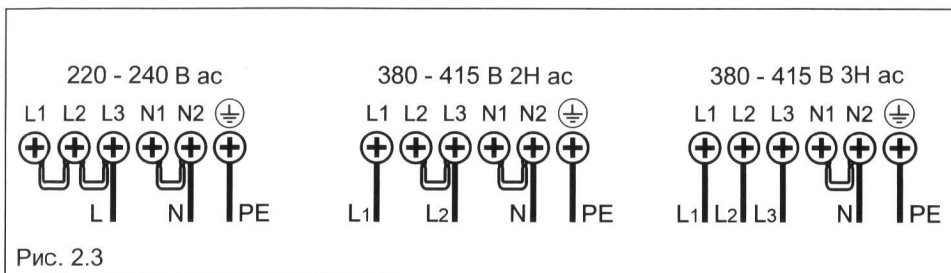

Рис. 2.3
- Выберите уровень мощности [от “1” (минимум) до “9” (максимум)]: выберите нужный уровень мощности на селекторе питания или проведите пальцем по нему (рис. 2.3).